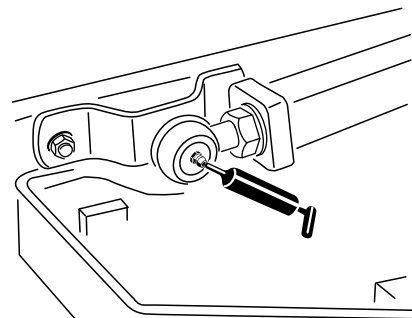

Figura 43
- Articuciones de bola de los brazos de elevación (2) (Figura 43).